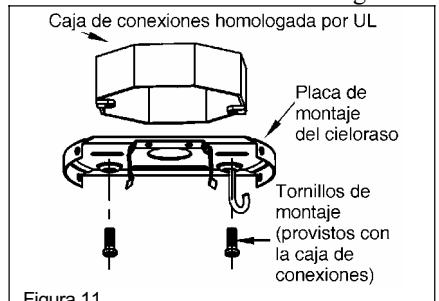

Figura 11
1. Introduzca los cables de suministro de 120 voltios en el agujero céntrico de la placa de montaje ubicada en el cieloraso como se muestra en la Figura 11.
2. Instale la placa de montaje sobre la caja de conexiones usando los tornillos provistos con la caja de conexiones. Fíjese que el lado plano de la placa de montaje quede junta a la caja de conexiones (Figura 11). Cuando instale el ventilador próximo al techo es importante que el soporte de montaje rápido esté nivelado. De ser necesario use arandelas de nivel (no incluidas) entre el soporte de montaje y la caja de electricidad. El lado plano del soporte de montaje rápido deberá estar hacia la caja de electricidad (Figura 11).
Utilizando los conectadores de cables incluidos con el sistema remoto, haga las conexiones eléctricas como se explica a continuación (Figura 11):